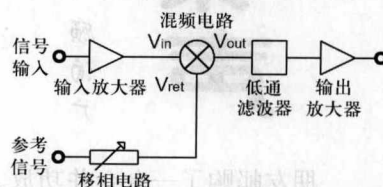

图2 同步（锁定）放大器
(4) 抑制传导噪声的其他措施
① 相位消除。周期性噪声可通过将噪声信号移相180度，使之倒相，再将它加回到包含有这个噪声的初始信号端（即负反馈）。
② 同步放大器。同步（锁定）放大器主要对输入信号频率起作用，同经过移相的参考信号比较后，提供一个非常窄的带通滤波器滤除有害信号，如图2所示。